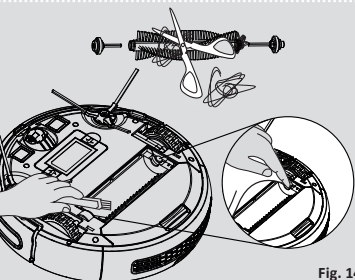

Fig. 14
3. Ruotare con attenzione il gruppo spazzola rotante e con le forbici tagliare e rimuovere eventuali fili o capelli aggrovigliati ecc. [Fig. 14]
4. Usare la spazzola multiuso per rimuovere tutta la polvere in eccesso. [Fig. 14]
5. Pulire i sensori della polvere con un panno morbido e asciutto. **[Fig. 14]**